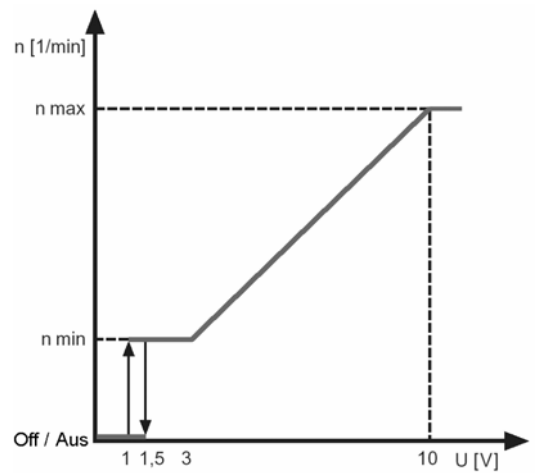

Рис. 12
- 3) Управляющий вход 0...10 В имеет различные дополнительные функции (рис. 12), см. таблицу ниже.